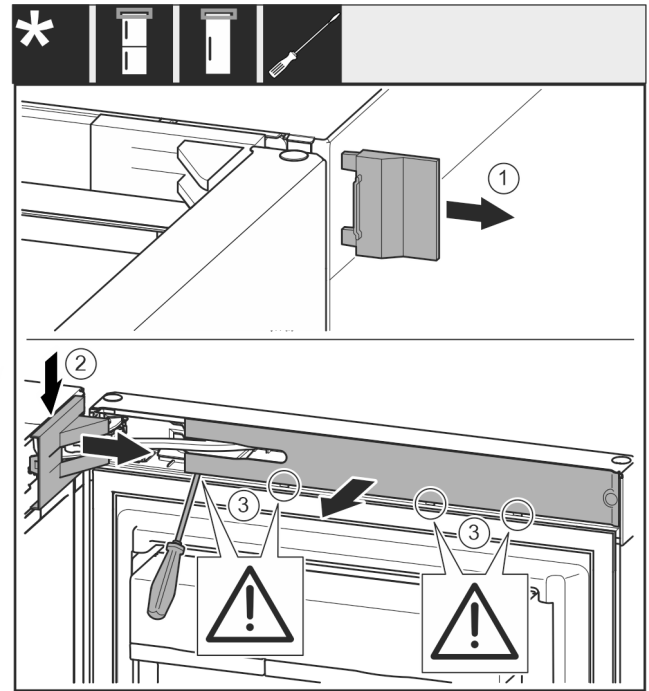

Fig. 9
- Vegye le a fedelet Fig. 9 (1).
- Pattintsa ki és oldja ki a csapágybak fedelét Fig. 9 (2).
- Vegye le a csapágybak fedelét Fig. 9 (2).
- Pattintsa ki a takarólemezt Fig. 9 (3) lapos csavarhúzóval, és fordítsa oldalra.